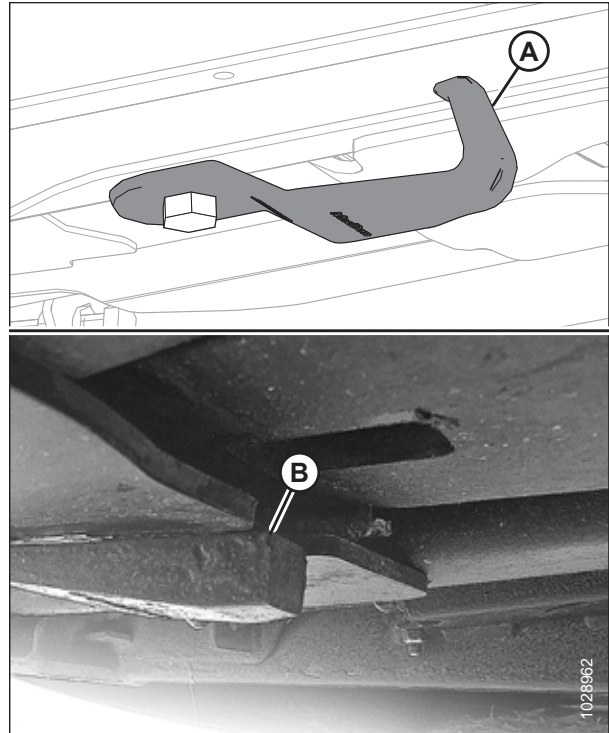

Figura 4.212: Cârligele de decuplare a articulației
Figura 4.212, pagina 412 prezintă un cârlig de decuplare nedeteriorat (A) și un cârlig de decuplare deteriorat (B). Nu este prezentat un cârlig de decuplare întins.